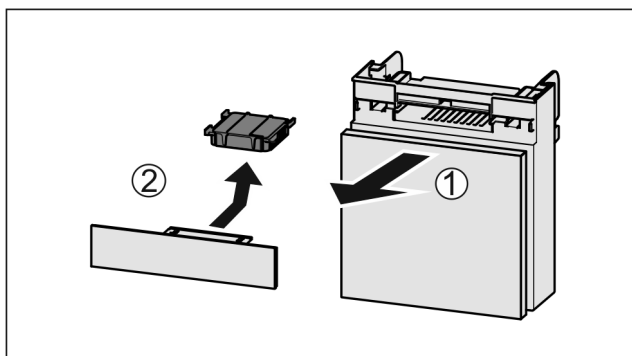

Fig. 185
- ▶ Dra ut Fig. 185 (1) lådan framåt.
- ▶ Ta ut Fig. 185 (2) aktivtkolfiltret.